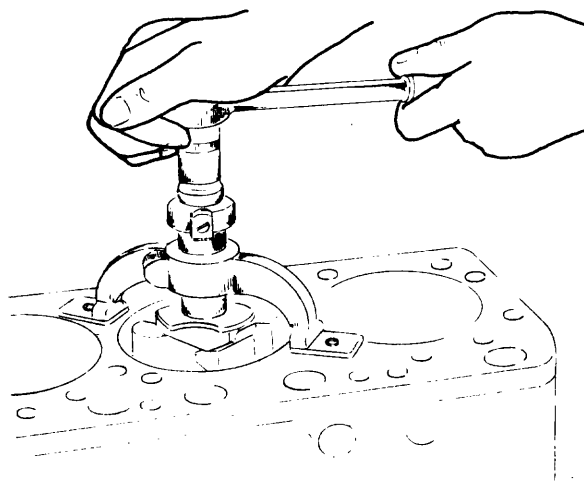

Fig. 1
- b Instale la herramienta de desbaste y céntrala (fig. 1).